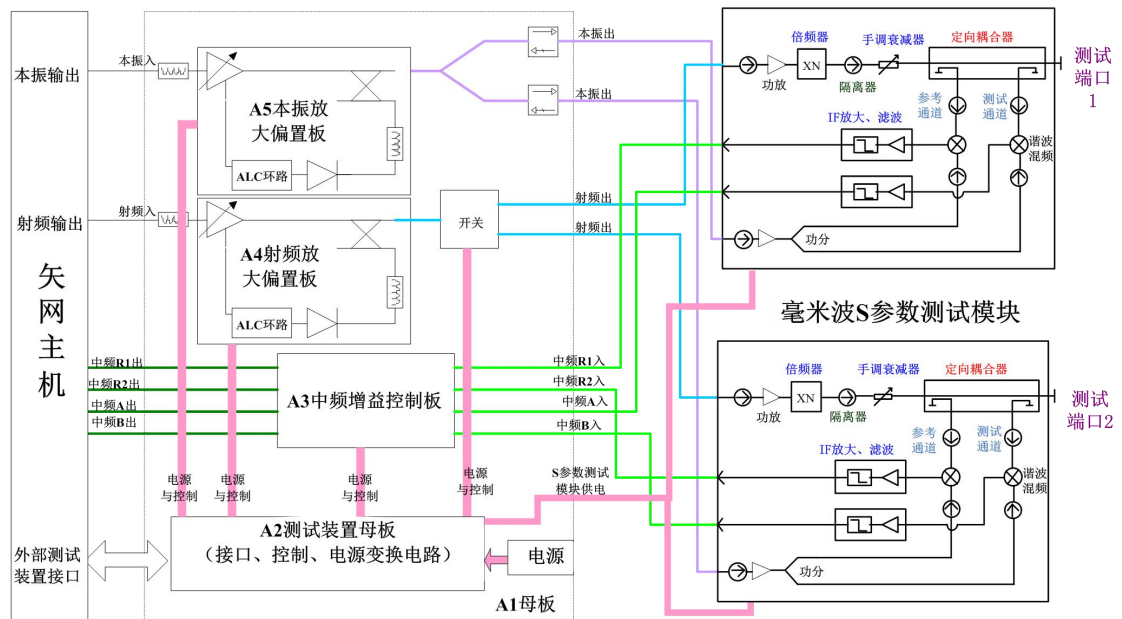

图 6.2 矢量网络分析系统工作原理框图
B. 矢量网络分析仪+控制机+S 参数测试模块扩频系统的原理框图如图 6.2 所示。